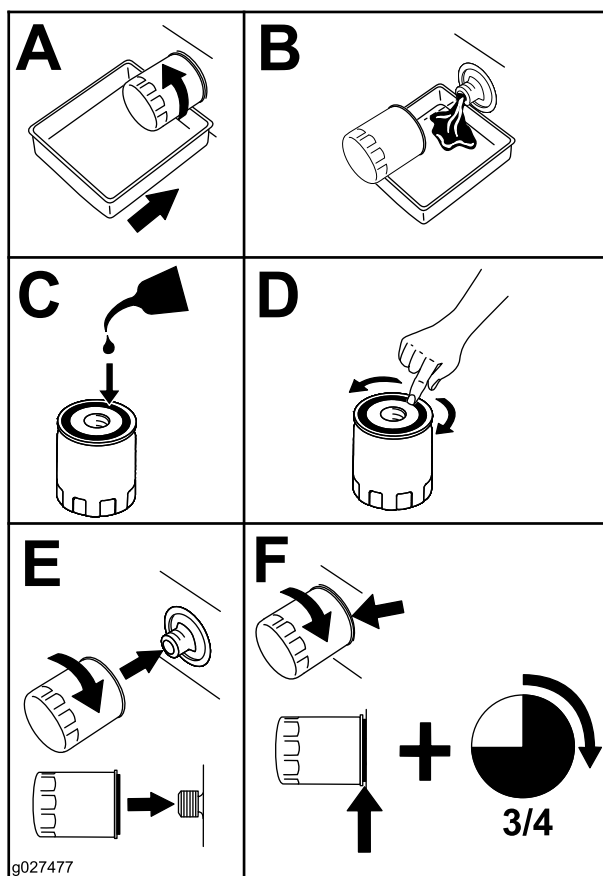

Figura 21
3. Retire el filtro de aceite del motor (Figura 21). Cuando el aceite se haya drenado, instale un filtro de aceite nuevo.